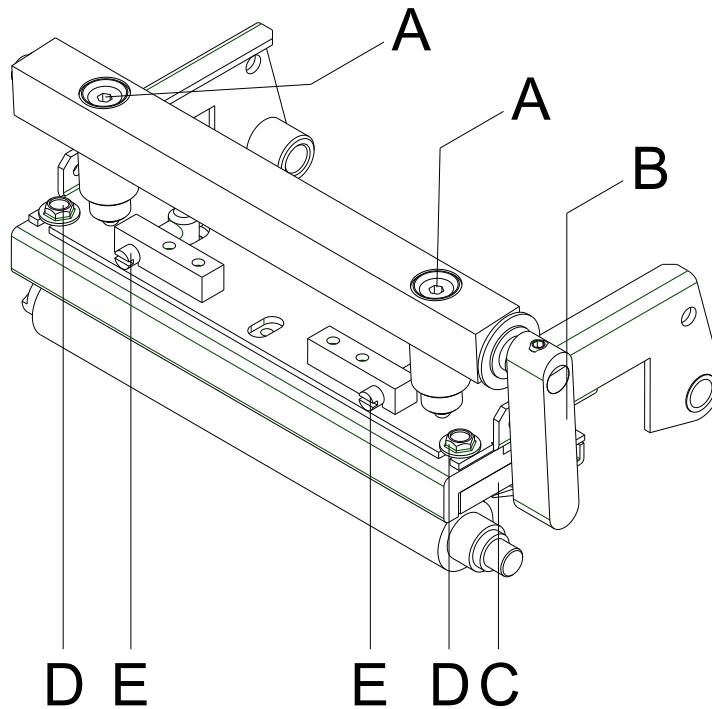

Abbildung 20
1. Schrauben (D, Abbildung 20) mit einem Sechskantschlüssel ca. ¼ Umdrehung lösen.
2. Parallelität mit den Stellschrauben (E, Abbildung 20) einstellen.
4. Schrauben (D, Abbildung 20) wieder anziehen.
1. Andruckschrauben (A, Abbildung 20) drehen, um den Druckkopfandruck zu verändern.
2. Drehen der Andruckschrauben (A, Abbildung 20) im Uhrzeigersinn ergibt eine Andruckerhöhung.
3. Drehen der Andruckschrauben (A, Abbildung 20) gegen den Uhrzeigersinn ergibt eine Andruckverringerung.